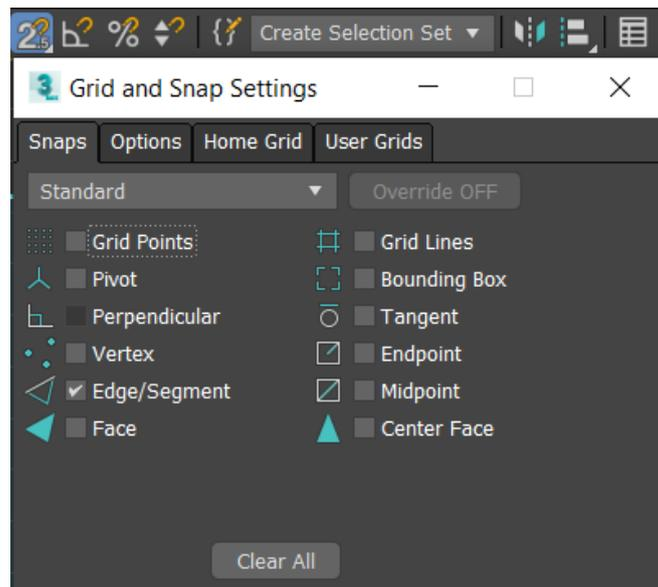

Рис. 4. Настройка привязки
Следующим шагом является выравнивание ступеней основания. Для этого используется **Инструмент привязку (Snaps toggle (S))** по ребрам (рис. 4).